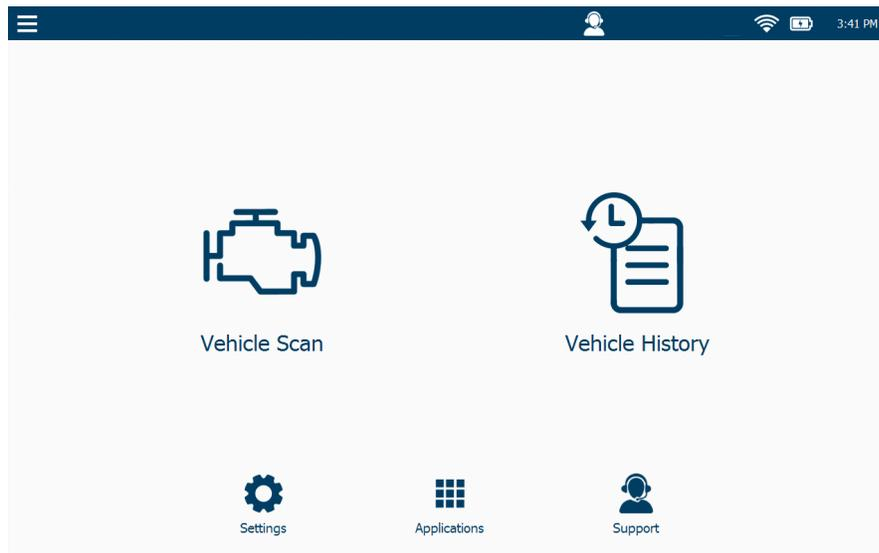

Figure 3.1 Menu principale
- 2 Dans le menu principal (Figure 3.1), choisissez **HD Scan**.